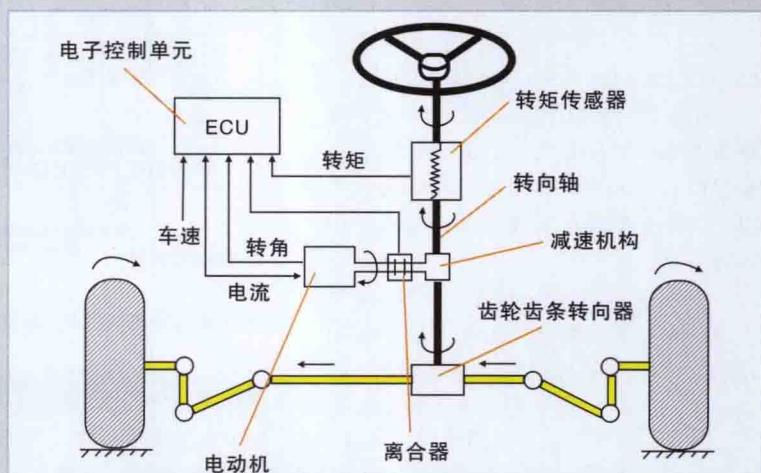

图2 直助力式电动转向系统示意图
1) 直助力式电动转向系统的结构和工作原理。当转向轴转动时，转矩传感器开始工作，把两段转向轴在扭杆作用下产生的相对转角转变成电信号传给电子控制单元（ECU），ECU根据车速传感器和转矩传感器的信号决定电动机的旋转方向和助力电流的大小，并将指令传递给电动机，通过离合器和减速机构将辅助动力施加到转向系统（转向轴）中，从而完成实时控制的助力转向，如图2所示。